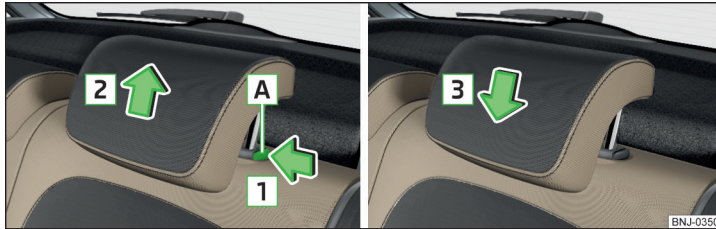

Abb. 74 Kopfstütze herausnehmen/einsetzen
- › Die Sicherungstaste **A** in Pfeilrichtung **1** halten und die Stütze in Pfeilrichtung **2** herausnehmen » Abb. 74.